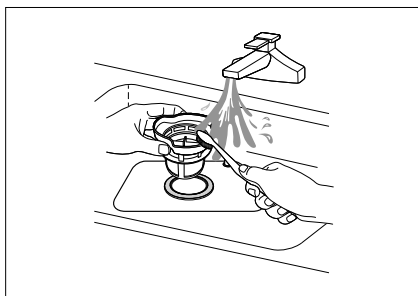

Fig. 20
- ▶ Lavare il filtro sotto acqua corrente pulendolo accuratamente con una spazzola (vedere la **fig. 20**). Dopo ogni ciclo di lavaggio controllare che non vi siano residui che bloccano il filtro ed eventualmente rimuoverli.